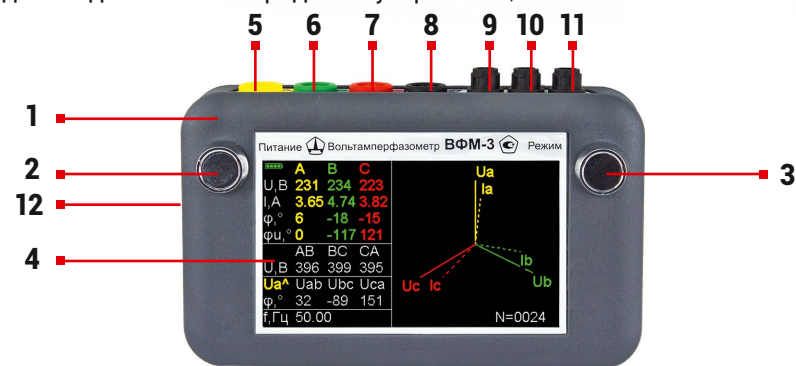

Рис. 1. Общий вид прибора
Внешний вид прибора приведен на рис. 1. Прибор выполнен в изолированном корпусе из ударопрочной пластмассы. Корпус состоит из: верхней крышки (1) и основания, соединенных 4-мя винтами. На верхней крышке (1) имеются кнопка включения питания прибора (2) и кнопка переключения режима измерения (3), жидкокристаллический дисплей (4). На боковой поверхности корпуса гнездо желтого цвета (5) для присоединения сигнала напряжения фазы А, гнездо зеленого цвета (6) для присоединения сигнала напряжения фазы В, гнездо красного цвета (7) для присоединения сигнала напряжения фазы С, гнездо черного цвета (8) для присоединения к нулю. Разъемы (9, 10, 11) на боковой поверхности прибора служат для подключения токовых клещей на фазы А, В и С соответственно. Гнездо (12) предназначено для подключения зарядного устройства, поставляемого в комплекте.